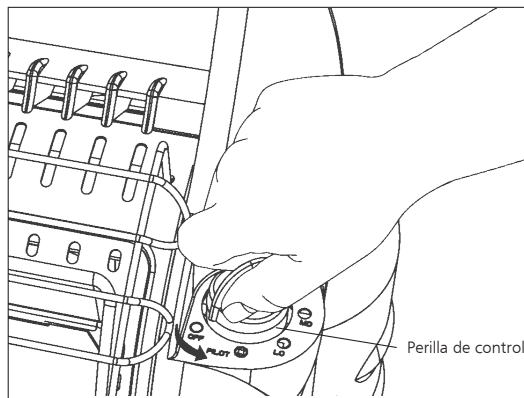

Figura 1
- Asegúrese de que la perilla de control de cinco posiciones esté en la posición "OFF" (apagado); ver Figura 1.
- Asegúrese de que la perilla de control de cinco posiciones esté en la posición "OFF" (apagado); ver Figura 1, a la izquierda.